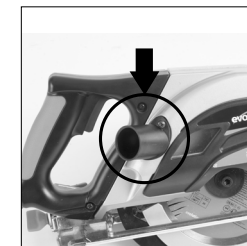

Fig. 9
- Installare la presa della bocchetta di scarico al posto del coperchio di chiusura. (Fig. 9) I trucioli saranno espulsi dalla presa della bocchetta di scarico durante le operazioni di taglio.